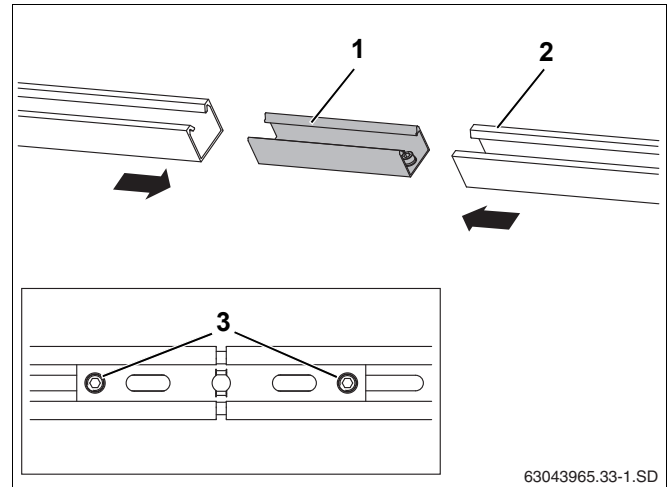

Рис. 31 Соединение профильных реек
- ▶ Задвиньте до упора вставку (рис. 31, поз. 1) в обе профильные рейки (рис. 31, поз. 2).
- ▶ Для фиксации затяните ключом SW 5 два предварительно установленных во вставку стопорных винта M10 (рис. 31, поз. 3).